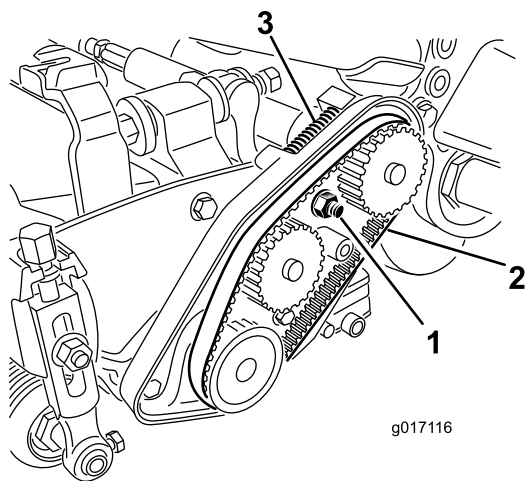

図 16
3. ベアリングハウジングのナットをゆるめる(図 16)。
5. 各ベルトを取り外す 図 16。